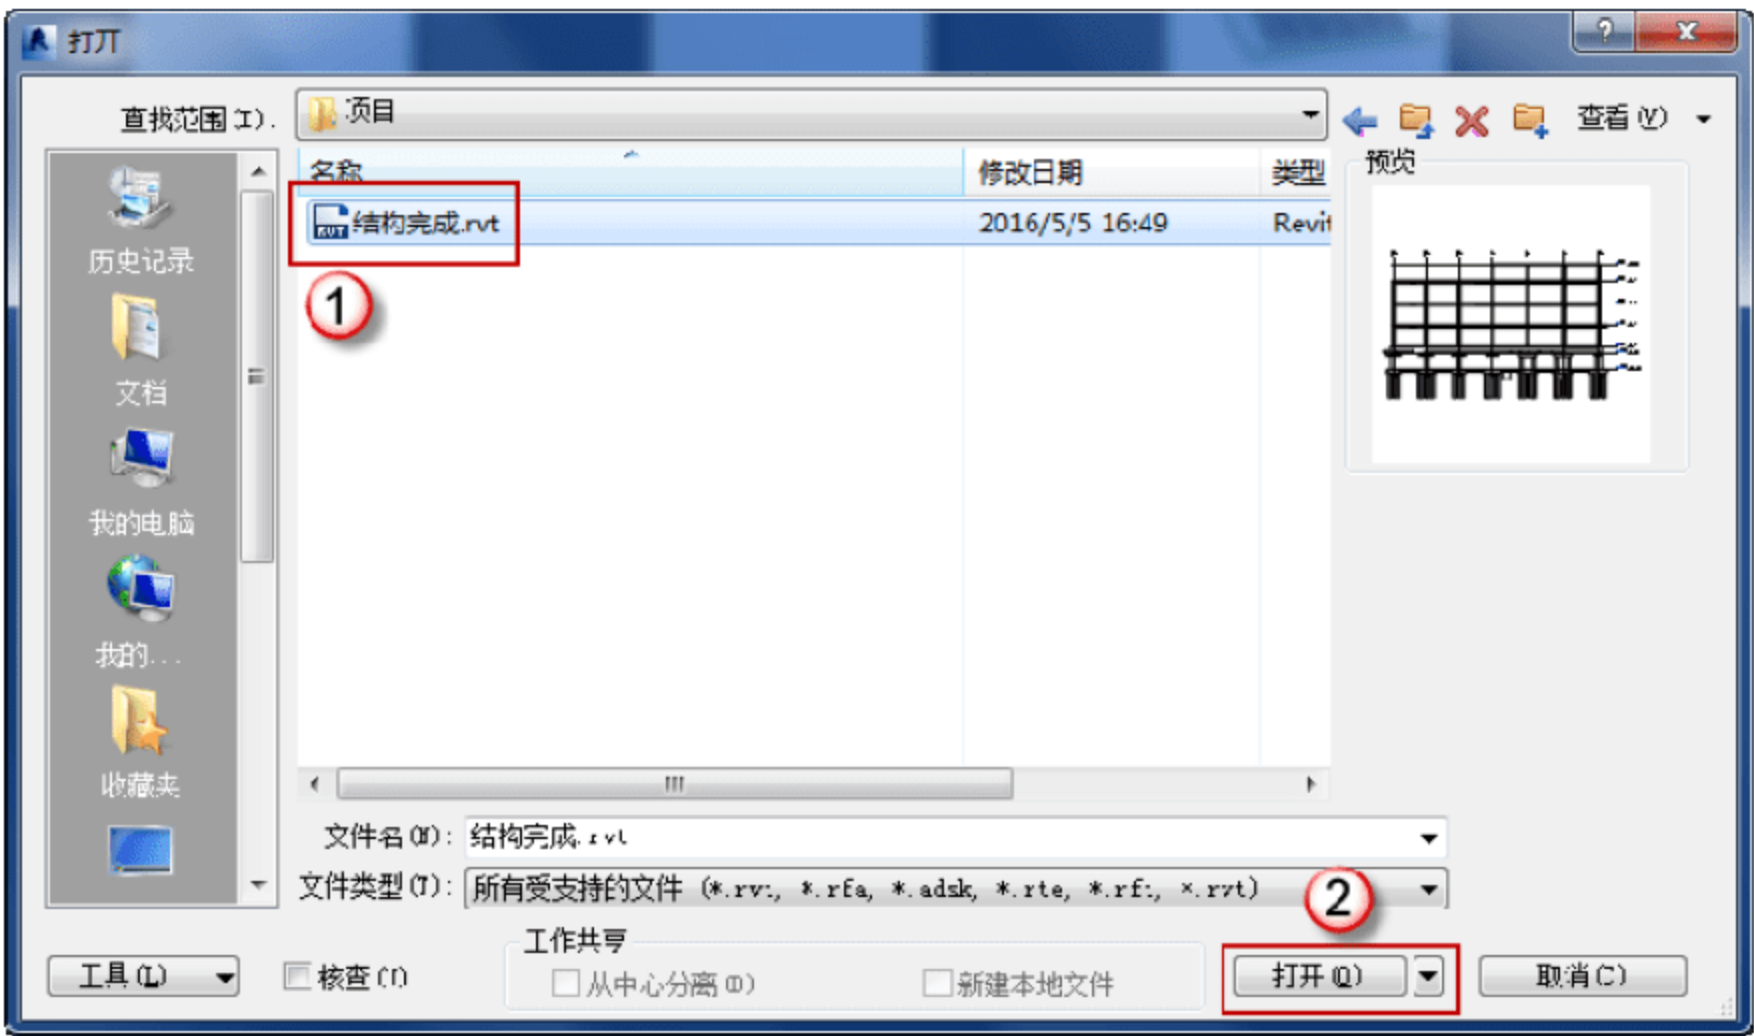

图 4.1.1 打开项目
(1) 打开项目文件。单击“打开”按钮，在弹出的对话框中打开保存的文件，或者直接单击“历史项目”栏，如图 4.1.1 所示。